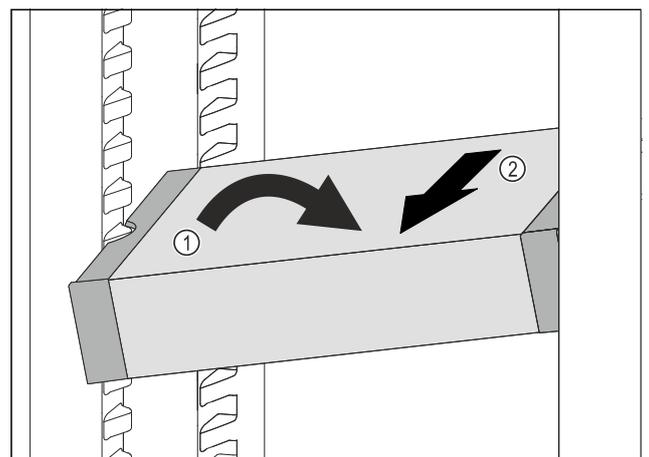

Fig. 114
- ▶ VarioSafe im Kühlteil schräg stellen. *Fig. 114 (1)*
- ▶ VarioSafe nach vorne entnehmen. *Fig. 114 (2)*